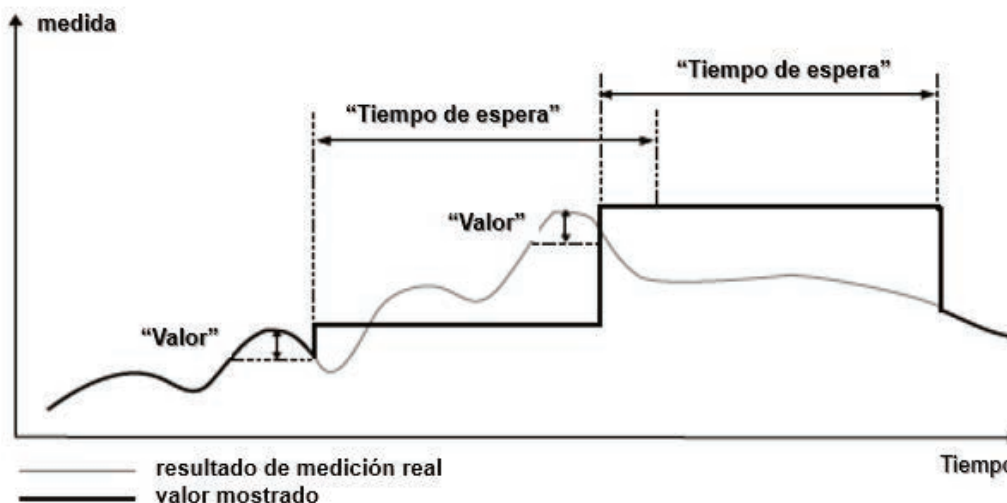

Fig. 7.43. Proceso de detección de picos
- **detección de picos:** la función que permite detectar y visualizar valores de pico en una señal medida. La detección del valor pico se puede realizar si la señal medida aumenta y disminuye (o lo contrario) en valor, que el usuario puede ajustar. A continuación, el valor detectado puede mantenerse durante un período de tiempo configurable por el usuario. Si durante el tiempo en que se detecta un pico, un nuevo pico es detectado, entonces el valor pico se actualiza y el tiempo de espera se restablece. Cuando transcurre este tiempo, o no se detecte ningún pico, el dispositivo mostrará el valor actual de la señal (ver **Fig. 7.43**).